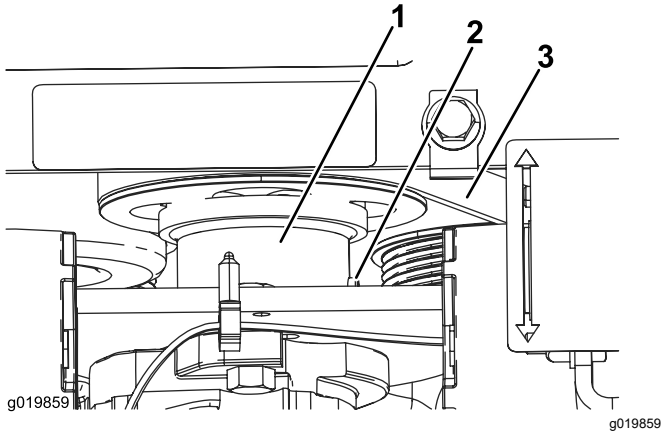

図 51
5. ギアポンプ駆動カップラについている固定ねじをゆるめる 図 51。